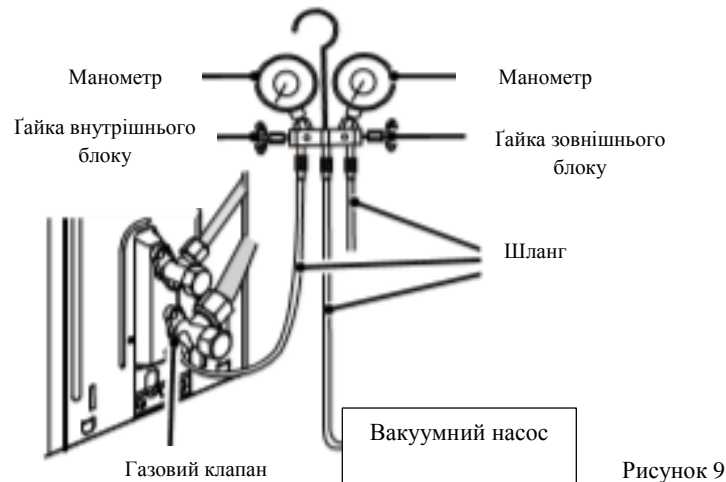

Рисунок 9
3. Як показано на наступному рисунку (рис. 9), видаліть газ з внутрішнього блоку і трубопроводу холодоагенту за допомогою вакуумного насоса.